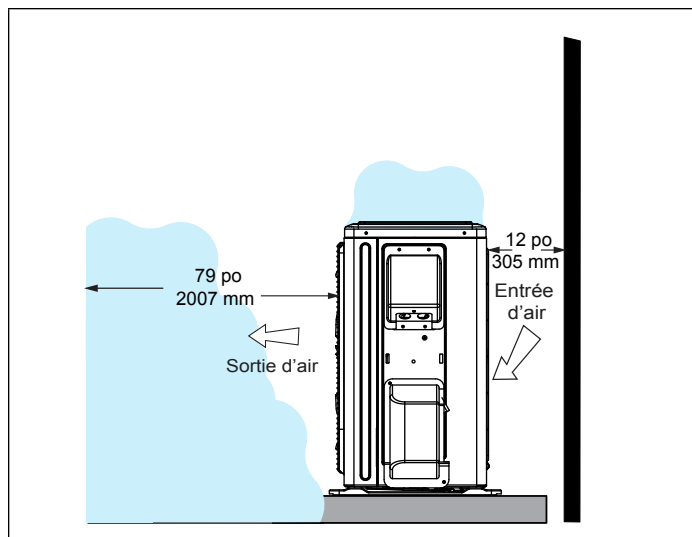

Figure 15. Débit d'air d'une unité extérieure obstruée par de la neige
- Dans certaines régions fortement enneigées, ne pas placer l'unité là où la neige peut s'accumuler comme illustré à la « Figure 15. Débit d'air d'une unité extérieure obstruée par de la neige ».